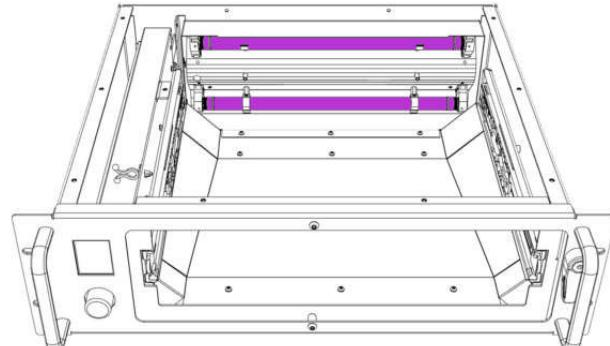

Abb. 16
2. Lampenschutzblende entfernen. Die Leuchtmittel liegen nun frei (Abb. 16)